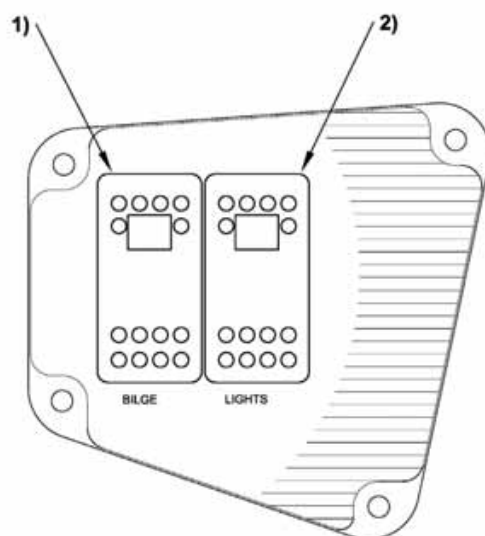

Рисунок 5. Панель переключателей: 1) Пускатель помпы, 2) Выключатель навигационных огней.
- 6) Панель переключателей (см. Рисунок 5)